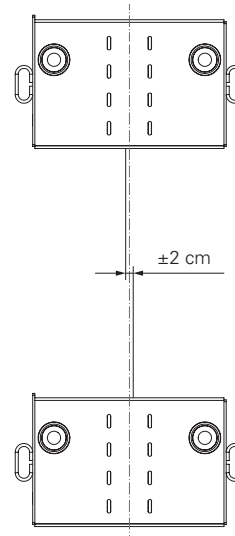

Fig. A3.30
- Tie tube: ± 2 cm (Fig. A3.30)